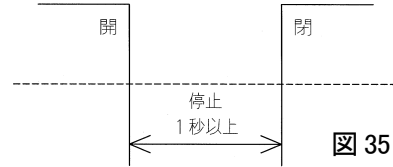

図 35
- 電動での頻繁な開閉作動は行わないでください。開作動と閉作動での動作間の停止時間は1秒以上としてください。(図 35)